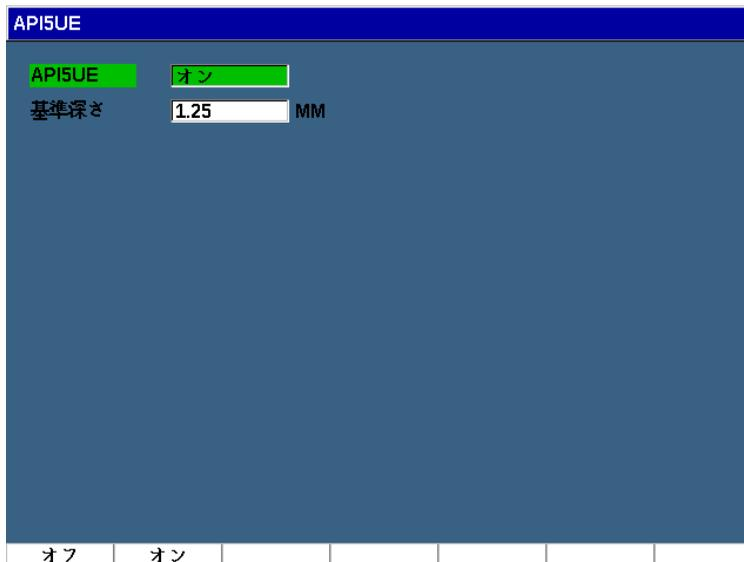

図 11-22 波形平均化オプションの設定
2. API5UE メニューで、API5UE = **オン**を選択します (260 ページの図 11-22 参照)。